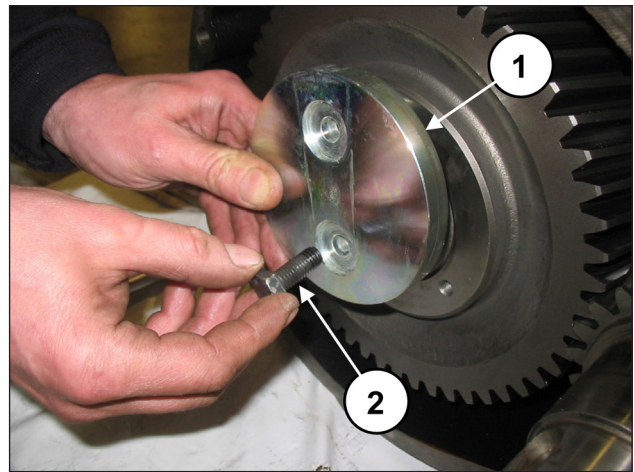

Abb. 63
Befestigen Sie die Zahnkranzarretterung (Pos. ①, Abb. 63) mit den 2 Schrauben M10x25 (Pos. ②, Abb. 63). Eichen Sie die Schrauben mit einem Drehmomentschlüssel, wie in Kapitel 3 gezeigt.